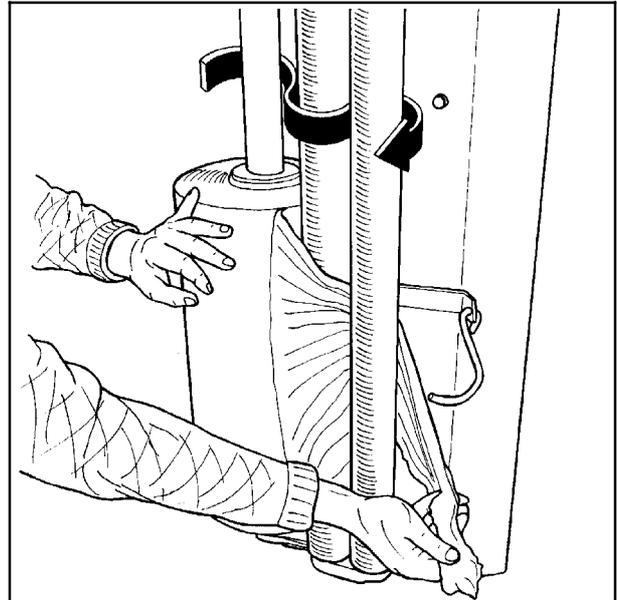

Bild 6-2
- 6.3** Die Folie wie abgebildet in Richtung der Pfeile zwischen den Rollen des Vorspanners hindurchziehen, siehe Abb. 6-2. (Siehe auch Schild am Wickelarm.)